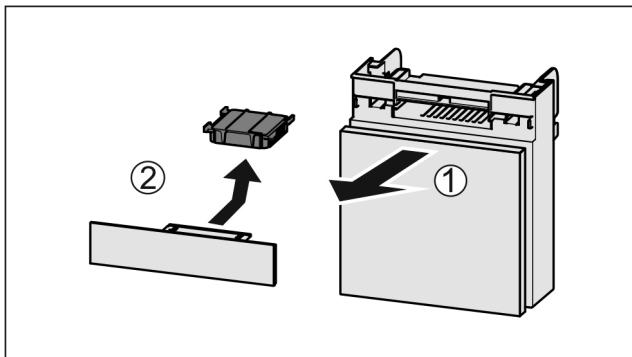

Fig. 135
- ▶ 向前拉出 Fig. 135 (1) 抽屉。
- ▶ 取出 Fig. 135 (2) 活性炭过滤器。